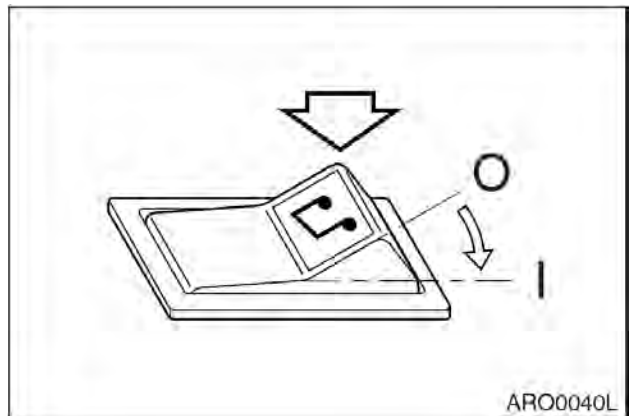

Рис. 11
- О. Если переключатель стартера или выключатель стереомагнитолы (рис. 11) находится в выключенном положении (**OFF**), стереомагнитола будет выключена, несмотря на фактическое положение «1. Кнопка включения/регулировки громкости», стр. 2-45.